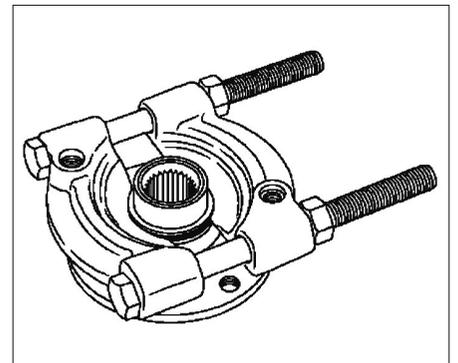

FIG. 12
- la bague intérieure du roulement restée sur le moyeu, à l'aide d'un extracteur à mâchoires placées dans la gorge de la bague (Fig.12).